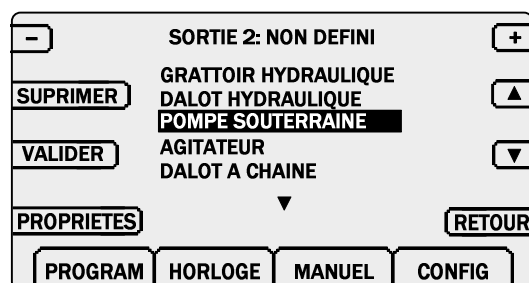

Figure 3 : Écran TYPE
- 4 Choisir le type d'équipement avec ▲ et ▼ (Figure 3) puis appuyer sur VALIDER. Pour programmer une autre sortie, choisir la sortie à l'aide des touches + ou -. Si le type d'équipement n'apparaît pas dans la liste, se référer à la section 3 (page 7).
Si un type de sortie n'est pas listé (voir Figure 3, page 5), il peut être créé en suivant les instructions ci-dessous. Le nouveau type de sortie peut être assigné ensuite à un ou plusieurs équipements.